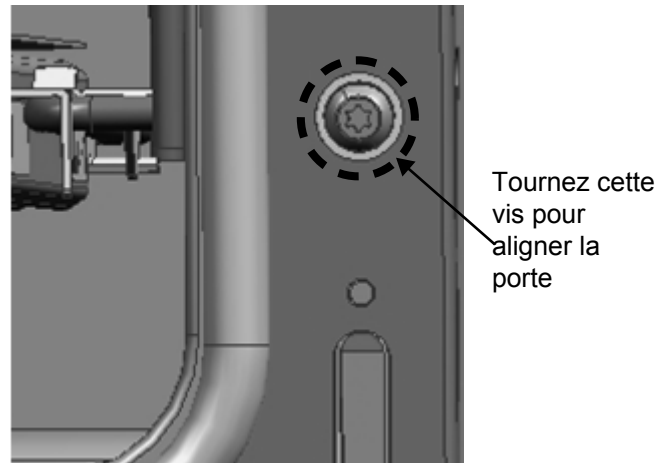

Figure 24 : Vis d'ajustement des charnières
3. Si la porte ou la poignée semble légèrement inclinée d'un côté ou de l'autre, vous pouvez ajuster l'inclinaison en vissant ou dévissant à l'aide d'un grand tournevis Torx T-20 la vis Torx située directement au-dessus de la fente de la charnière. Tournez la vis jusqu'à ce que la porte soit correctement alignée (*Figure 24*).